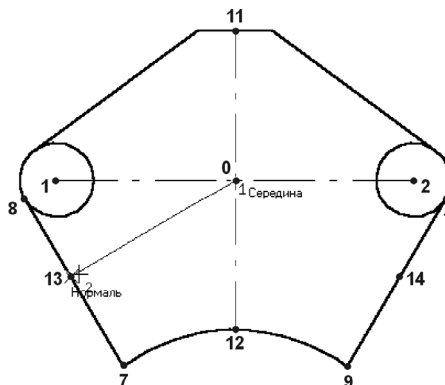

Рис. 9.20. Построение перпендикулярного отрезка
20. Постройте отрезок 0–13, как это показано на рис. 9.20.